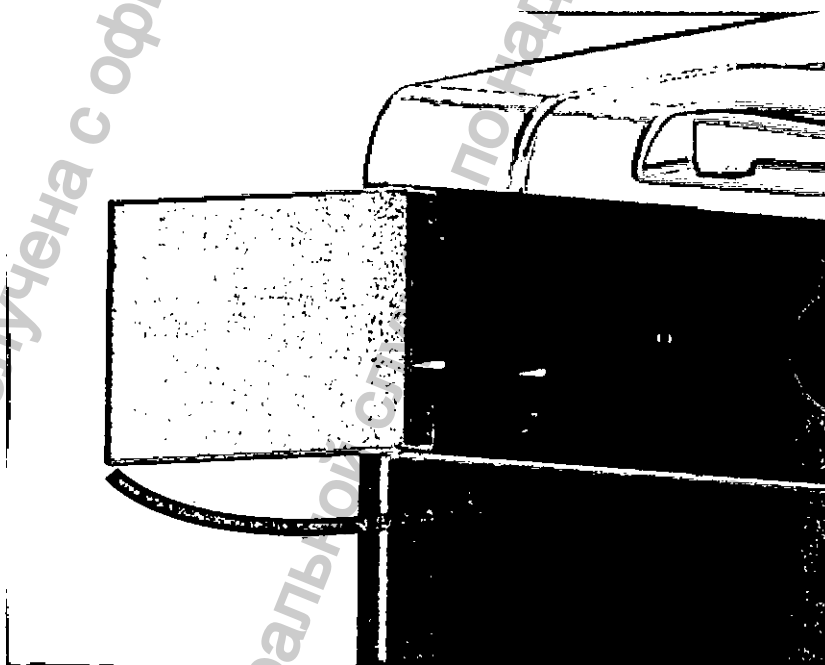

Рисунок 4.3. Закрытие отсека угольного фильтра
4. Задвиньте угольный фильтр до упора (рисунок 4.3) и закройте дверцу отсека.